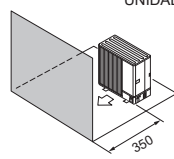

Fig. 2-12
- (4) Obstrução ou superfície fechada apenas na parte da frente (Fig. 2-12)